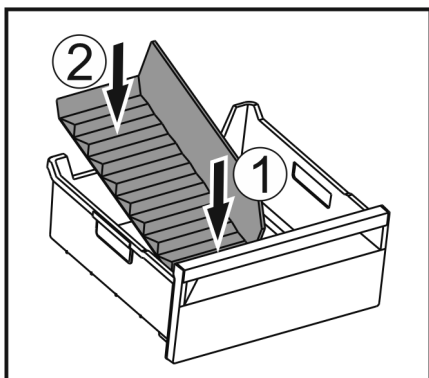

Fig. 146
- Pange jääkambrieraldaja eesmine osa sisse. Fig. 146 (1)
- Langetage jääkambrieraldaja tagumine osa sahtlipõrandani. Fig. 146 (2)